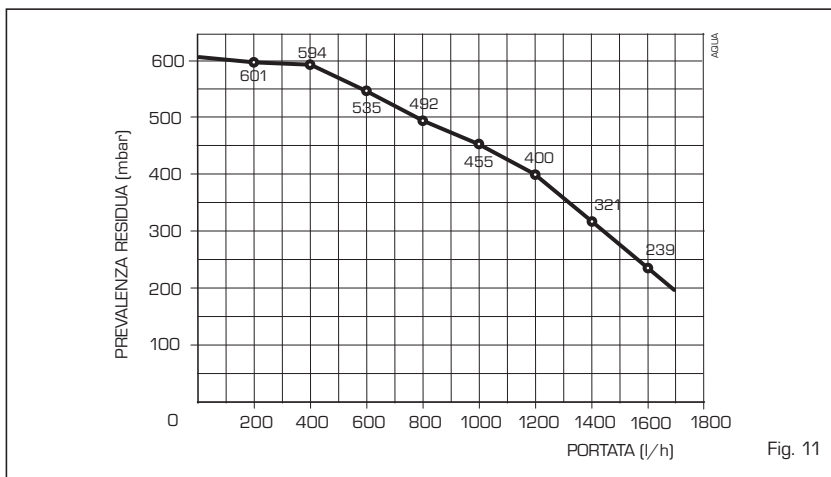

Fig. 11
3.2 PREVALENZA DISPONIBILE ALL'IMPIANTO (fig. 11)
La prevalenza residua per l'impianto di riscaldamento è rappresentata, in funzione della portata, dal grafico di fig. 11.
3.3 Diagnosi e soluzioni POMPA ALTA EFFICIENZA (fig. 11/a)